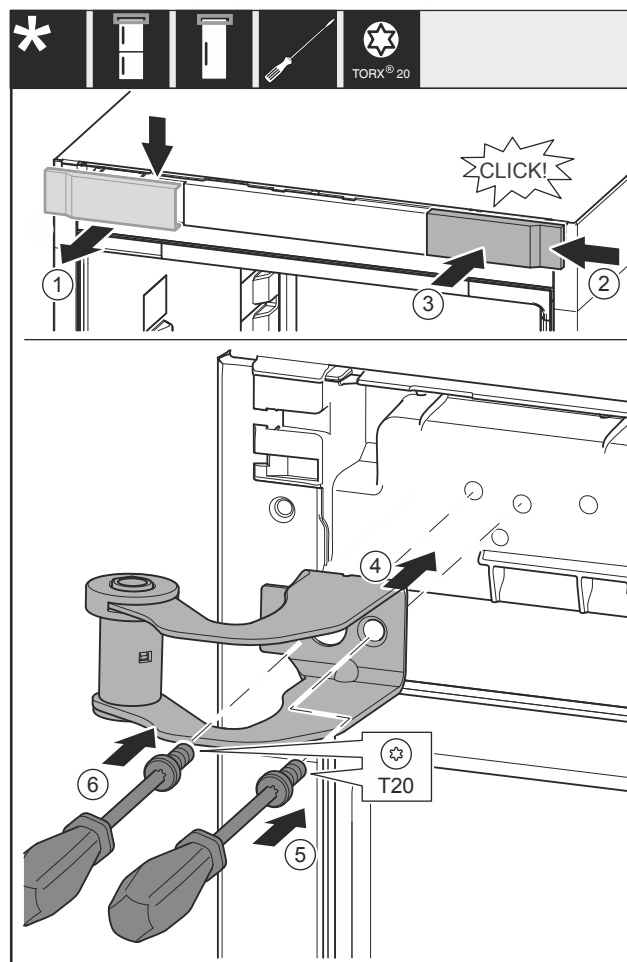

Fig. 34
- ▶ Skinite poklopac Fig. 34 (1) odozgo prema naprijed.
- ▶ Zakvačite poklopac Fig. 34 (2) okrenut za 180° na drugoj strani zdesna.
- ▶ Pustite da se poklopac Fig. 34 (3) uglavi.
- ▶ Postavite gornji podložak ležaja Fig. 34 (4).
- ▶ Pritegnite vijak Fig. 34 (5).
- ▶ Pritegnite vijak Fig. 34 (6).